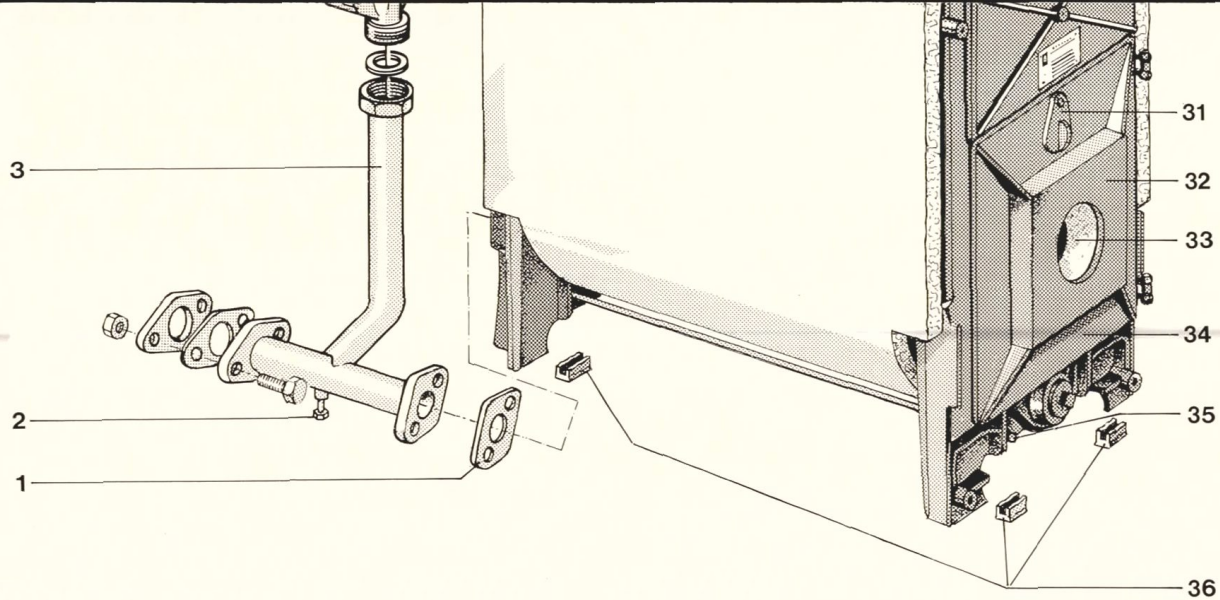

Abb. 13
Siehe Abb. 13, Seite 9.
$\frac{3}{4}$ " Rohrstücke in die seitlichen Transportösen (12 u. 18) stecken und Speicher (19) aufsetzen. (Siehe Abb. 13 Seite 9)